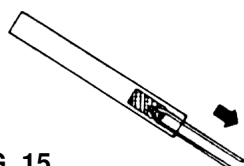

FIG. 15
5. Enlevez l'ancien filtre et insérez le nouveau (fig. 15 & 16).